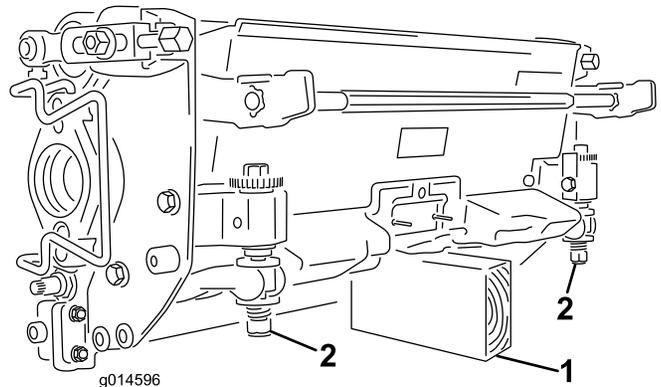

图 51
**重要事项** 当您需要翻转滚刀组时应支撑住滚刀组的后部确保底刀架调节螺丝后端的螺母不会接触工作表面 图 51。